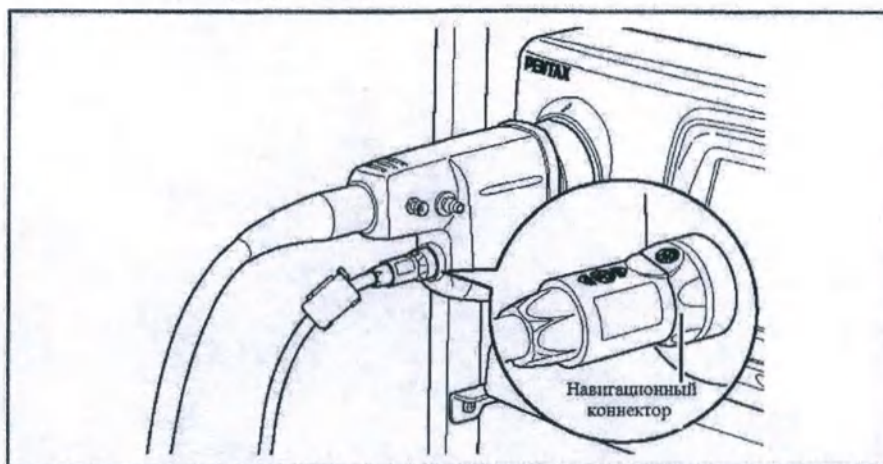

Рисунок 20. Схематические изображения. Подсоединение кабеля к видеоэндоскопу.
4. Подсоедините конец кабеля УУН без защитной оболочки к навигационному разъему эндоскопа, сопоставив отметки на них (см. рисунок 20).